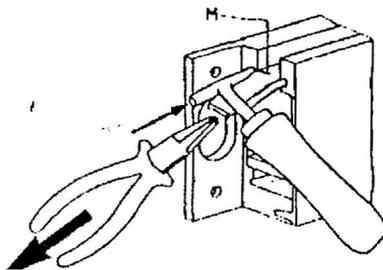

Fig14
4.12 Tendere le guarnizioni singolarmente aiutandosi con una pinza piatta sino a che la marcatura "M" corrisponde con l'estremità del corpo riga(fig. 14).